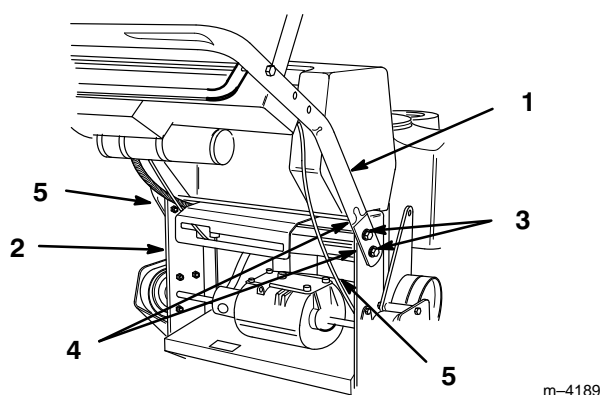

**Abbildung 3**
1. Den Befestigungsblock mit der Stirnseite der Welle oben am Getriebe ausrichten und auf die Welle schieben (Abb. 3).